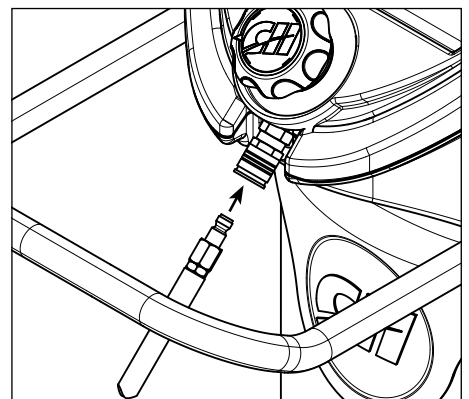

Figura 17 - Conecte la manguera al compresor
2. Conecte la otra manguera al acople ubicado debajo del regulador de presión tirando totalmente hacia atrás el manguito en el acople, luego presione la manguera en el acople y suelte el maguito (Vea la figura 17).